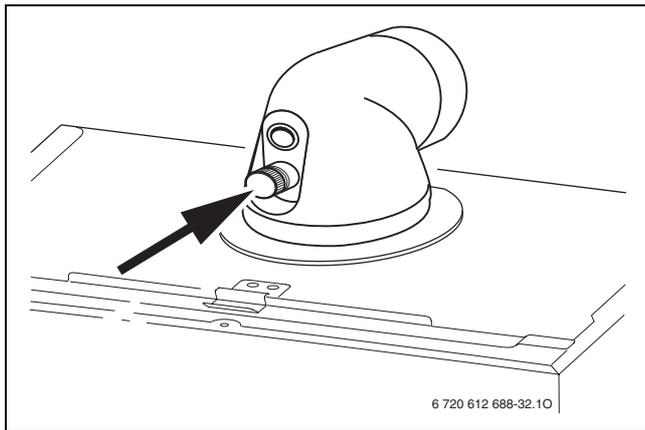

Fig. 37
- ▶ Rimuovere il tappo dalle prese di analisi combustione (→ fig. 37).